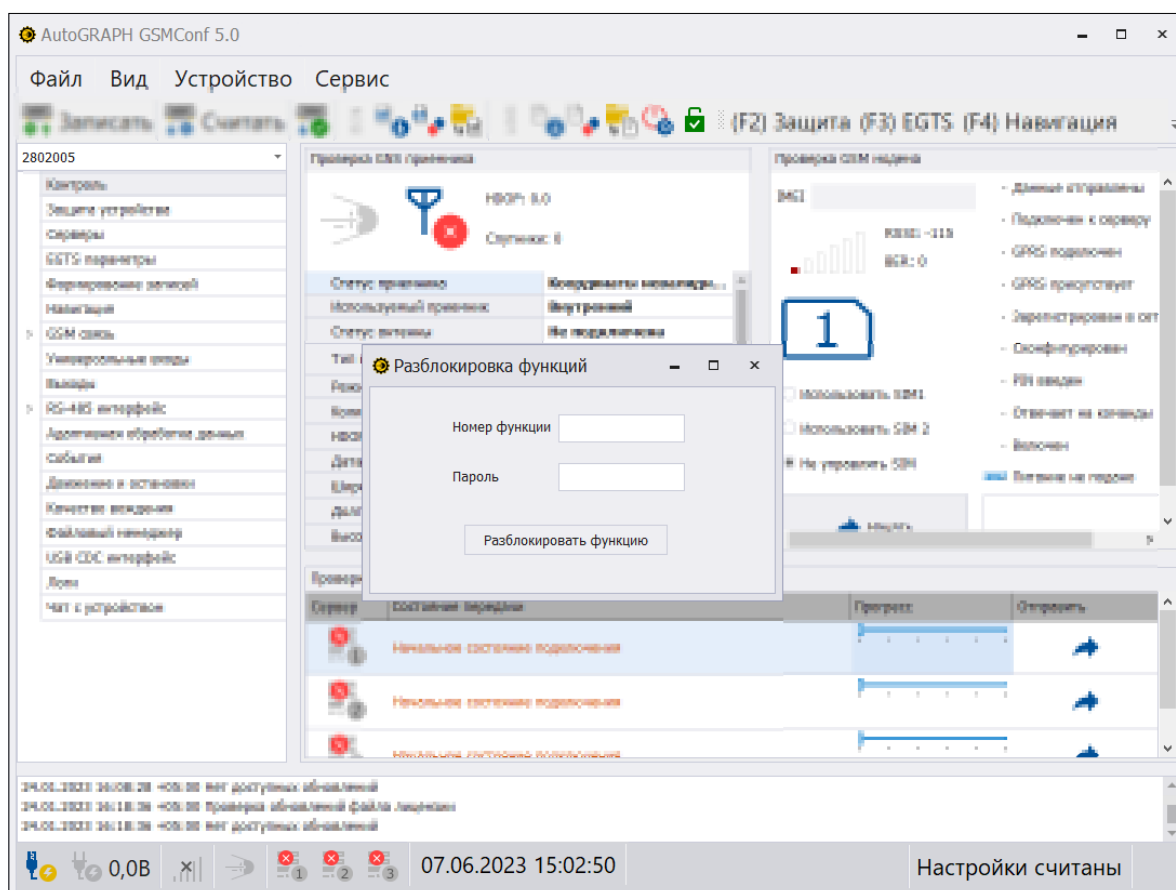

Рис.14. Окно «Разблокировка функций».
3. Нажмите на кнопку «Разблокировка функций устройства». Откроется окно «Разблокировка функций» (**Рис.14**).